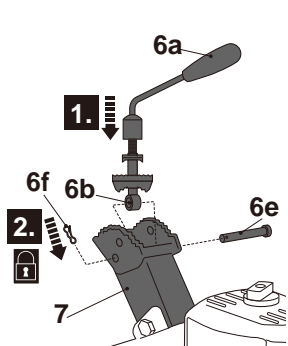

Fig. 7
- > Introduzca el extremo de bola del perno (6d) en el soporte de la empuñadura (7) y alinee los orificios. Fig.7:
- > Asegure el conjunto con el perno (6e) y el pasador (6f). (Fig. 7, paso 2)